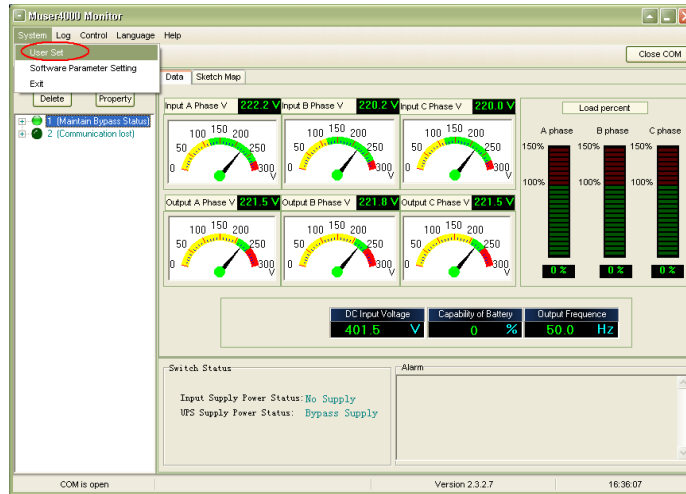

Fig. 5-8 Localización del menú ajustes
- 2 Abra el software Muser4000, tras conectar con éxito con el SAI, haga clic en «System» (sistema) > «User Set» (ajuste de usuario) (Fig. 5-8).